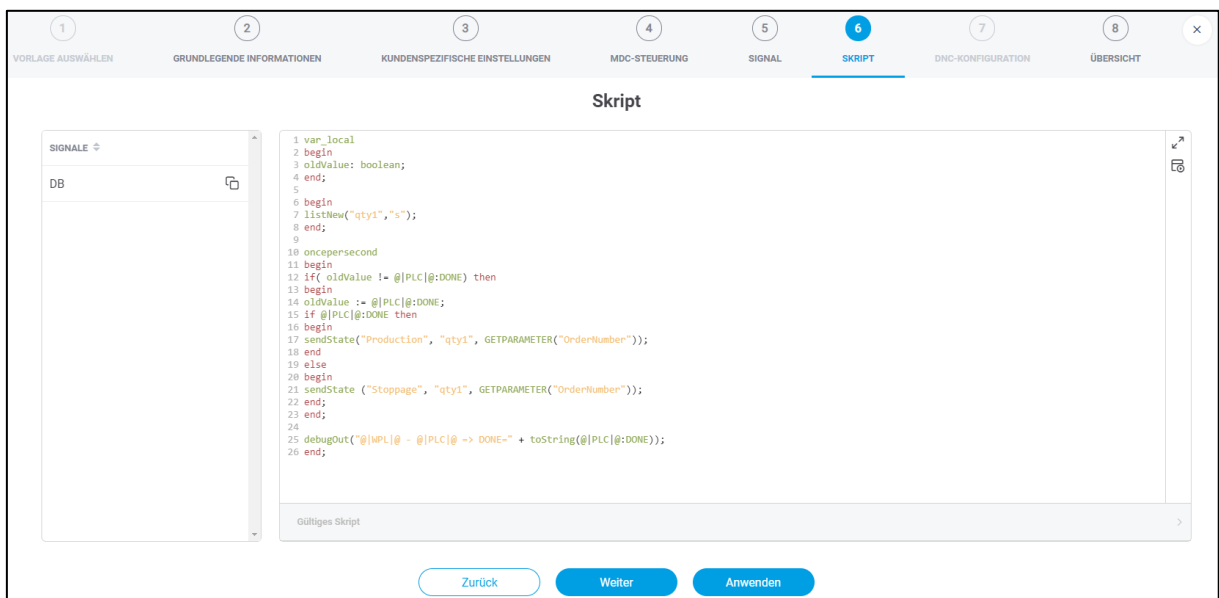

Bild 23: Maschine hinzufügen - Skript
Um dem Beispiel vom Signal „DONE“ aus Schritt ⑤ zu folgen, ist das Skript in Bild 23 folgendermaßen aufgebaut: